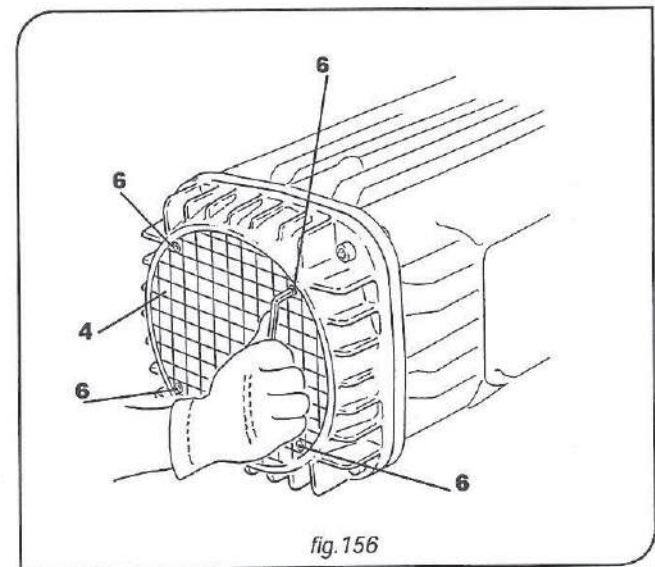

fig. 156
- Remotar la grilla -4- atornillando completamente los 4 tornillos -6- (fig156).